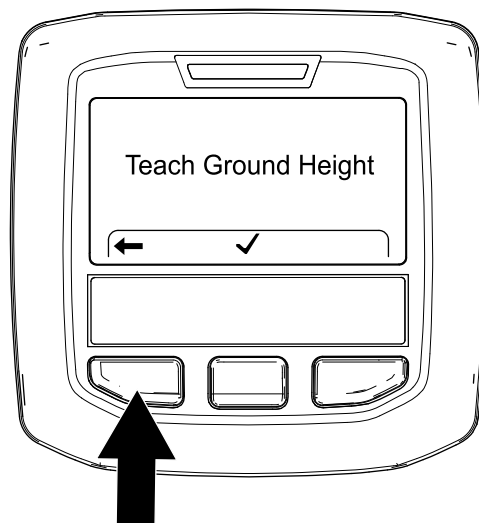

Figura 71
7. Pulse el botón izquierdo del InfoCenter para salir de la aplicación Teach Ground Height (Enseñar altura con respecto al suelo) (Figura 71).